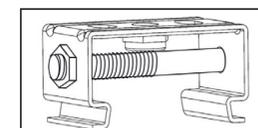

Рис. 2
- Закрепите скобы на поверхность установки и защелкните в скобы осветительный прибор. **Внимание!** Для надежной фиксации осветительного прибора необходимо использовать стягивающие болты, входящие в комплект поставки. Болты необходимо установить в боковые отверстия на скобах и затянуть гайкой (рис. 2).